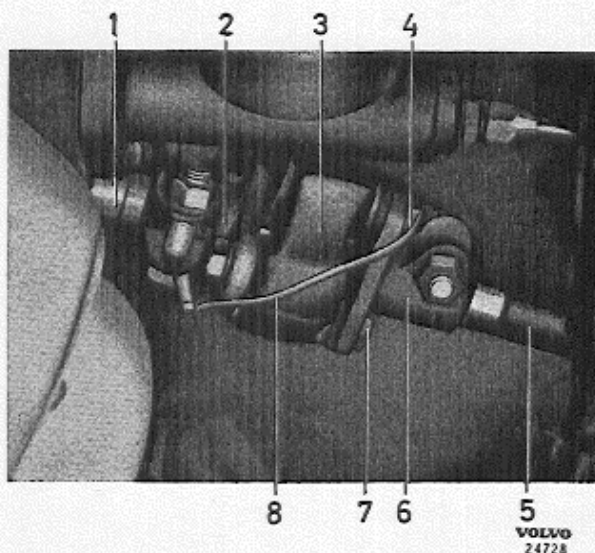

Abb. 32 Lenkspindelkupplung, P 1800
2. Masseleitung (8 Abb. 32) und die beiden Muttern (4 und 7) lösen.
2. Flansch mit Kupplungsscheibe verbinden, siehe Abb. 32. Masseleitung nicht vergessen.